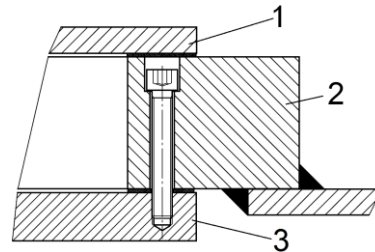
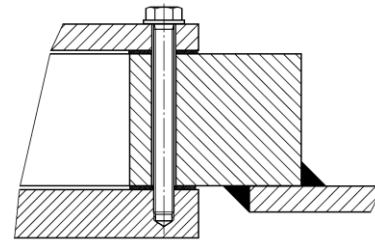

Ilustración 10a. Disposiciones de montaje con cabezal (2), cubierta plana (1), placa de tubos (3) y tornillos Allen.
Ilustración 10b. Disposiciones de montaje con cabezal, cubierta plana y pernos estándar.
La cubierta de agua puede estar compuesta de dos partes diferentes: un cabezal rectangular (artículo 2 de la ilustración 10a) con una cubierta plana (artículo 1 de la ilustración 10a).
Una vez se haya soldado el cabezal en la placa superior, el haz tubular (artículo 3 de la ilustración 10a) se instalará desde la parte inferior y el cabezal desde la parte superior.
La ilustración 10a muestra un tornillo Allen que permanecerá inamovible cuando se extraiga la cubierta. La ilustración 10b muestra los pernos estándar.
- 7) Finalmente, ajuste el haz tubular con los tornillos Allen; para ello véase la ilustración 10a.